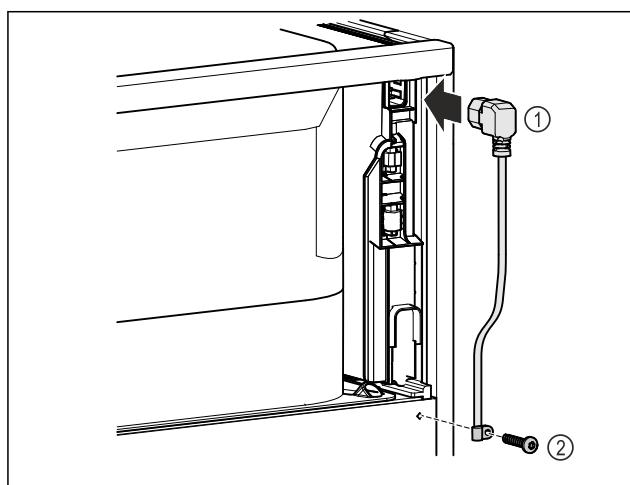

Fig. 13
► Вставте роз'єм «холодного підключення» кабелю підключення до мережі Fig. 13 (1) на задній стороні пристрію.
► Встановіть механізм для розвантаження кабелю від натягу. Fig. 13 (2)